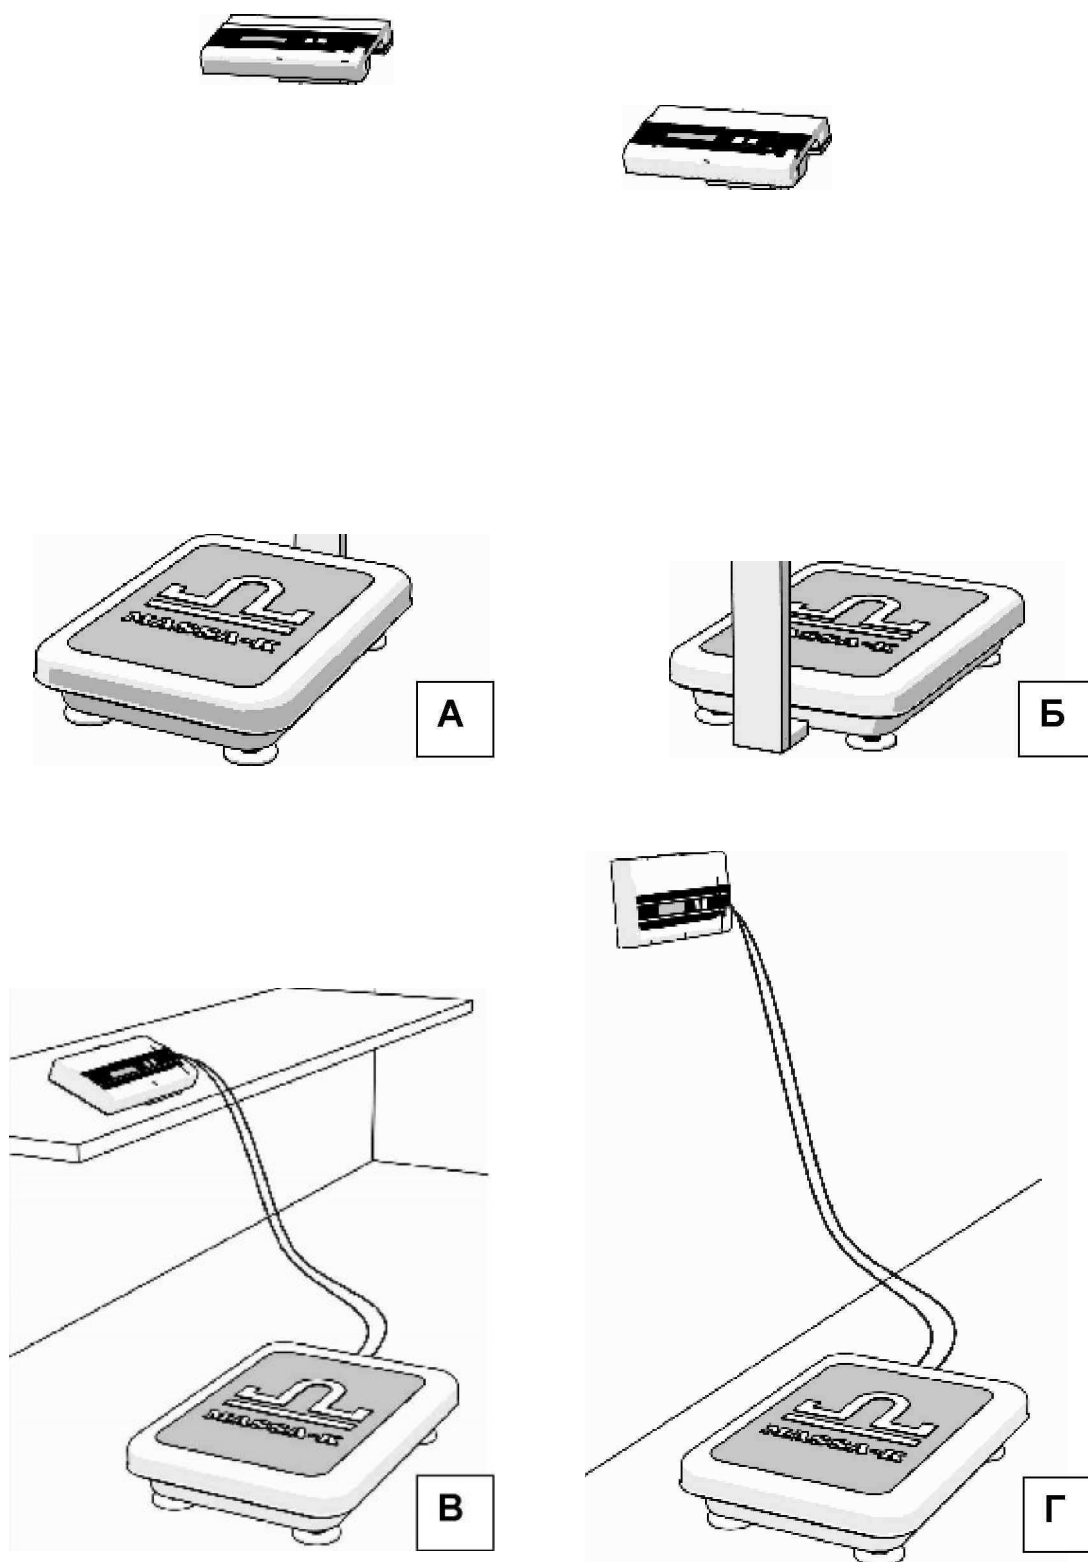

Рисунок 8.1
8.2 Вариант 2. Размещение устройства индикации на столе (рисунок 8.1 В).
8.3 Вариант 3. Размещение устройства индикации на стене (рисунок 8.1 Г).